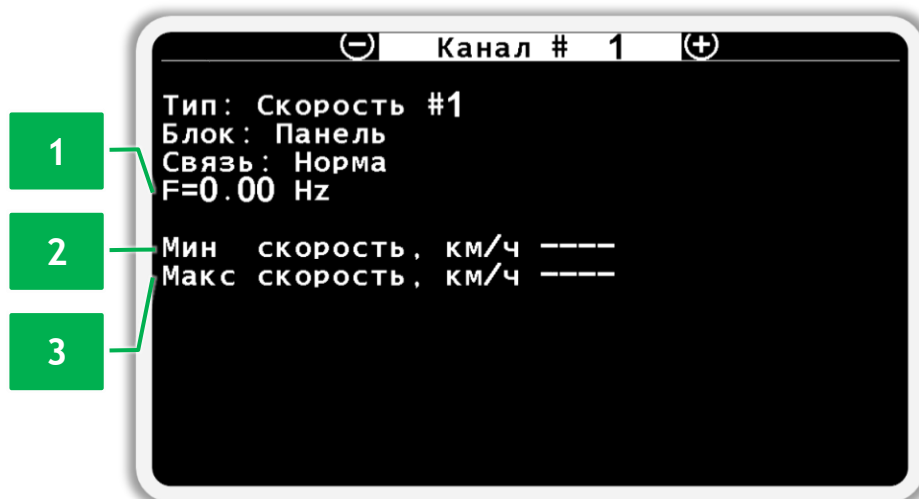

Рисунок 45 Экран просмотра состояния датчика скорости
- значение текущей частоты от датчика (см. Рисунок 45 п.1);
- значение параметра минимальной допустимой скорости движения сеялки (см. Рисунок 45 п.2);
- значение параметра максимальной допустимой скорости движения сеялки (см. Рисунок 45 п.3);